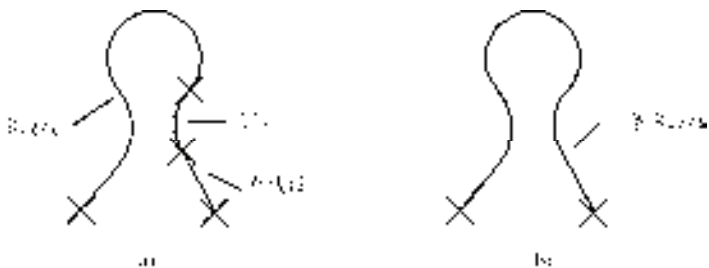

图 3-50 合并多段线
(1) 合并(J) 以选中的多段线为主体，合并其他直线段、圆弧或多段线，使其成为一条多段线。能合并的条件是各段线的端点首尾相连，如图 3-50 所示。